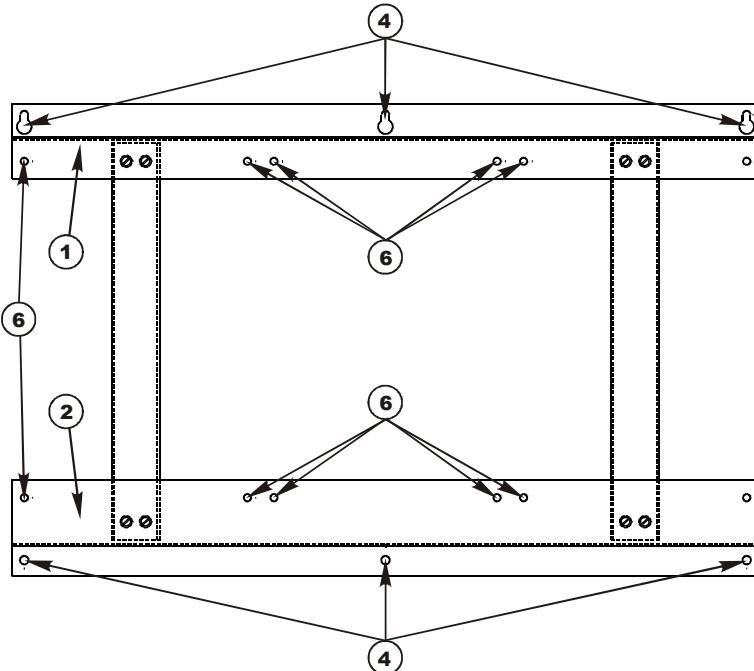

Рисунок 1 – Рама для установки стабилизаторов СКм-3000
4.2 Используя составные части МК7 КСДП.687445.002, собрать раму (рисунок 1) в следующей последовательности: